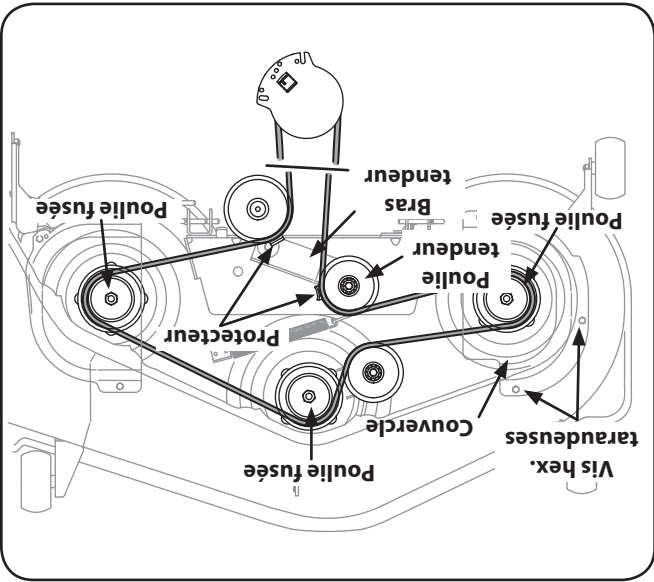

Figure 7-12
2. Enlevez les vis hex, taraudeuses qui maintiennent les carters des courroies en place. Voir la Figure 7-12.
5. Installez la courroie neuve sur les poulies à fusée, comme sur les illustrations. Remettez les carters des courroies en place. Voir la Figure 7-12.
7. Faites passer la courroie comme la Figure 7-12 le montre, puis remontez le plateau de coupe (Voir le chapitre « Installation du plateau de coupe », à la page 30).